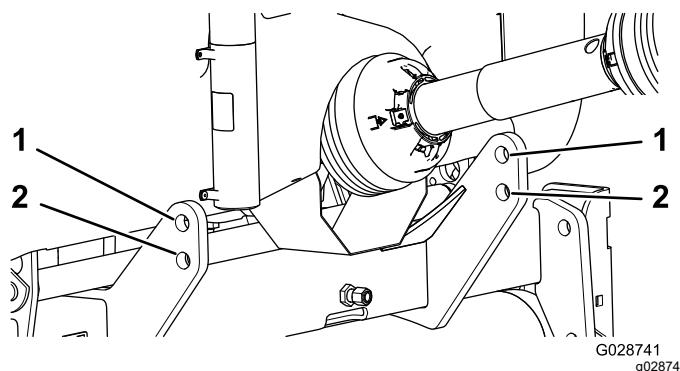

Рисунок 5
**Примечание:** Для обеспечения максимального расстояния от земли вставьте пальцы навески в нижние монтажные отверстия пластины сцепки машины (Рисунок 5). Чтобы определить, когда следует использовать верхние монтажные отверстия, см. процедуру настройки 4 Подсоединение